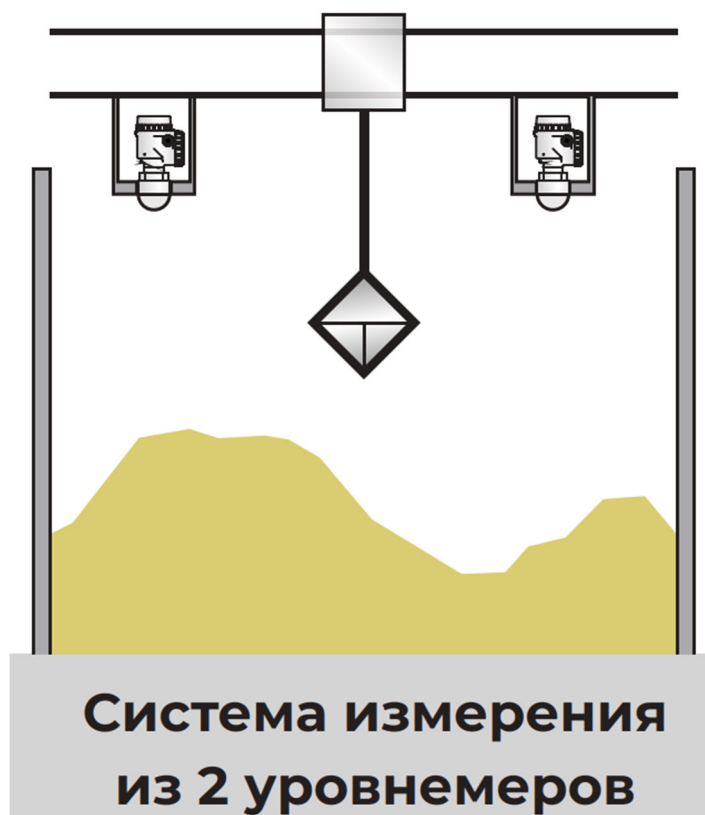

Рисунок 3 – Система измерения из двух уровнемеров
1.2.37 Возможна система измерения из двух уровнемеров (рисунок 3)